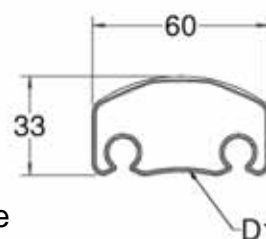

Figure 5a, glisser les panneaux de tissu et les barres de renforcement sur le tube supérieur
4. Faites glisser l'insert en nylon (qui se trouve à l'intérieur des barres de renforcement) dans la poche et découpez pour adapter, faites glisser les panneaux de tissu et les barres de renforcement sur l'ensemble tube supérieur (figure 5a).